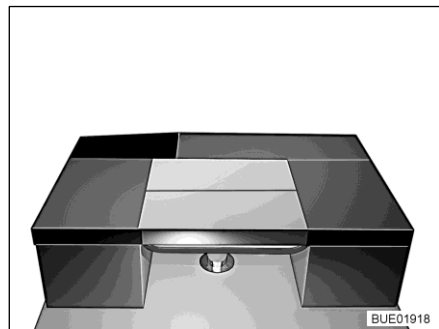

Fig. 169 Después de la transformación
- Colocar el cojín del respaldo del banco en la mesa de modo transversal (véase Fig. 169).